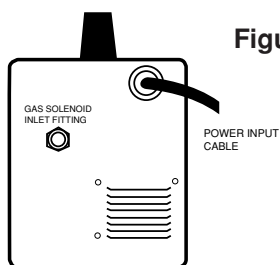

Figure A.5
4. Se reporter à la figure A.5. Raccorder une extrémité du tuyau de gaz d'entrée au raccord de sortie du détendeur et bien serrer l'écrou-raccord avec une clé. Raccorder l'autre extrémité du raccord d'entrée de l'électrovanne de gaz de la WELD-PAK 175HD (filetage femelle 5/8-18 pour le raccord 032 CGA). S'assurer que le tuyau de gaz n'est pas tortillé ou tordu.
Refer to Figure A.5.